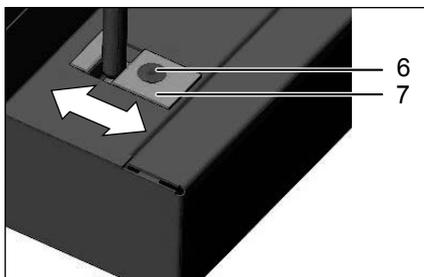

Fig. 40 Ajustar la chapa de cierre
1. Afloje el tornillo prisionero (5) (con movimientos bruscos, ya que está protegido con un barniz de seguridad).
2. Reajuste la puerta girando la excéntrica (3) con un destornillador.
La chapa de cierre (Fig. 40) puede reajustarse también tras aflojar el tornillo (6) en dirección de la flecha:
1. Afloje el tornillo (6).
2. Desplace la chapa de cierre (7) en la dirección que indica la flecha.